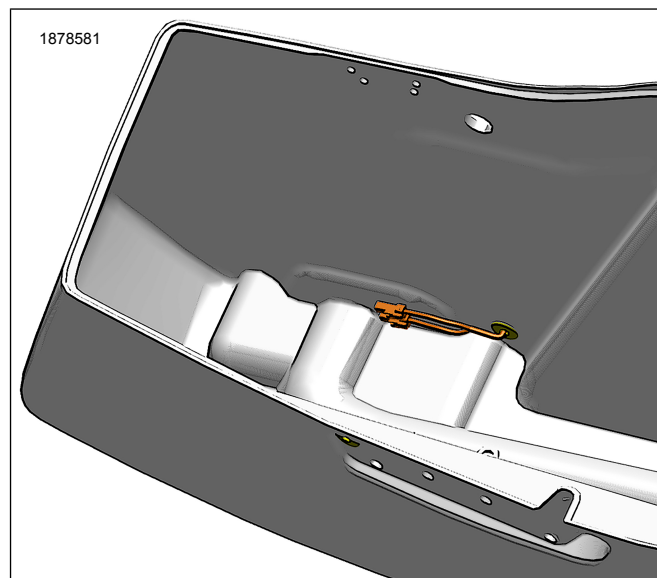

Figura 7. Direcionamento de chicotes de jumpers (se instalado)
5. Veja a figura 7. Se estiver instalando um kit de lâmpada de marcação (peça N.º 68000372) com um kit de lâmpadas internas (peça N.º 68000425) em cada alforje, será necessária a compra separada de dois jumpers do chicote de fios de acessórios traseiros (peça N.º 69203366).